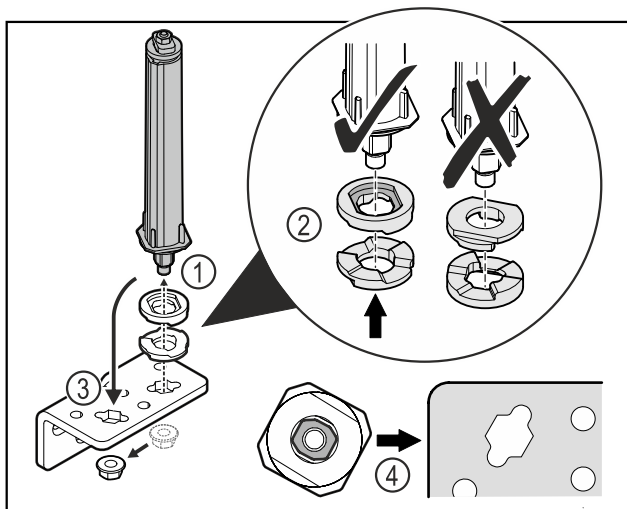

Fig. 46
- ▶ Löysää mutteri ja irrota oven lukitusjärjestelmä Fig. 46 (1).
- ▶ Huomioi korkeudensäätölaattojen oikea kohdistus Fig. 46 (2).
- ▶ Aseta oven sulkuyksikkö saranakulmassa toiseen paikkaan ja kiinnitä mutterilla Fig. 46 (3).
- ▶ Huomioi oven sulkuyksikön oikea kohdistus paikalleen asettamisen yhteydessä Fig. 46 (4).